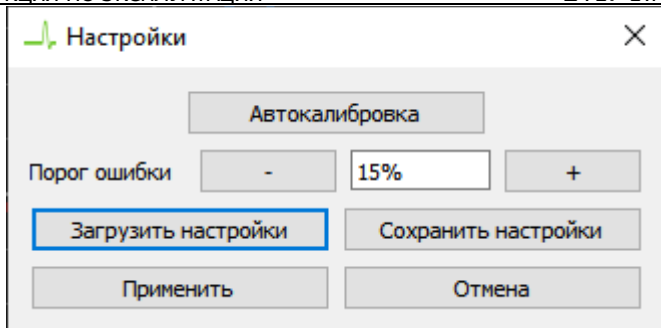

Рисунок 8. Настройка порога ошибки измерений
- Для выбора порога сравнения ВАХ перейдите во вкладку "Режим" -> "Настройки" (рисунок 8) и установите требуемое значение. Порог ошибки - значение, при котором измерение не будет считаться ошибочным.